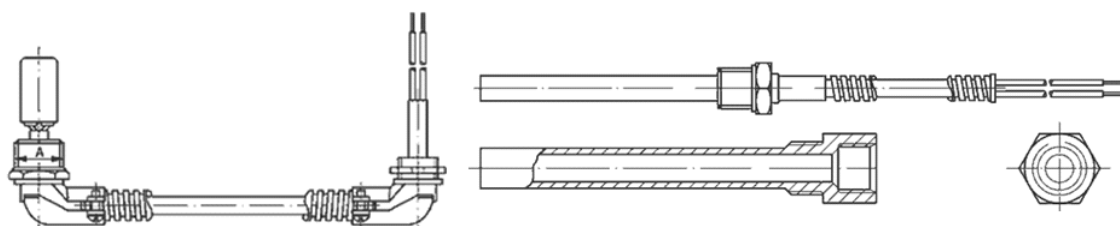

Figure 22 : Résistance de carter 27W, 70W et 100W
- La résistance interne de 27 Watt pour compresseurs K est une résistance PTC autorégulante (voir **Figure 22**).
- La résistance pour les compresseurs D3,3D, D4 et D6 est vissée dans un doigt de gant (voir **Figure 22**).